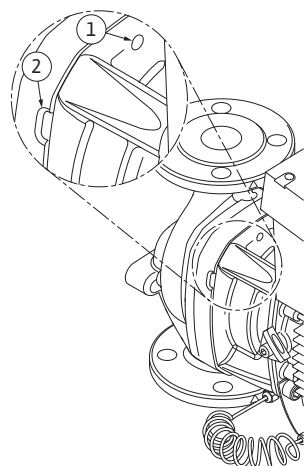

Fig. 53: Нарізові отвори і прорізи для виштовхування модуля з корпусу насоса
13. Виштовхнути модуль з корпусу насоса (див. Fig. 13). Для цього рекомендовано використати два нарізні отвори (Fig. 53, п. 1), у першу чергу, щоб вийняти модуль з гнізда. Щоб вийняти модуль з гнізда, слід вкрутити у нарізеві отвори відповідні гвинти. Якщо модуль рухається легко, для виштовхування можна використати додаткові шпари (Fig. 53, п. 2) між корпусом насоса і ліхтарем (для цього, наприклад, можна вставити туди дві викрутки і використати їх як важель). Пройшовши 15 мм, модуль виходить за межі корпусу насоса.